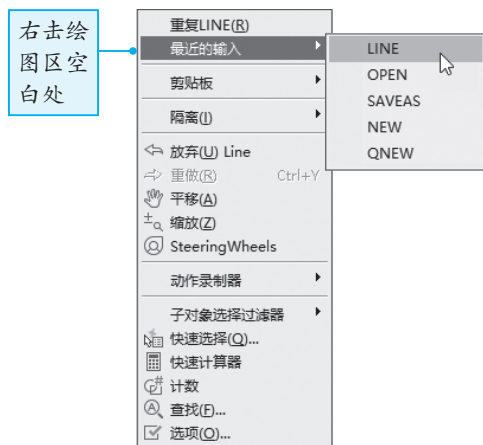
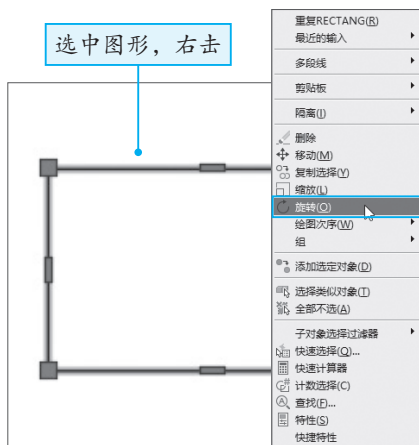

图 1-41
图 1-42
(2) 右键快捷菜单。在绘图区空白处单击鼠标右键，在弹出的快捷菜单中可以通过“最近的输入”选项来执行相关命令，如图1-41所示。当某个图形对象被选中后，单击鼠标右键，可在弹出的快捷菜单中选择相应的编辑命令进行操作，如图1-42所示。